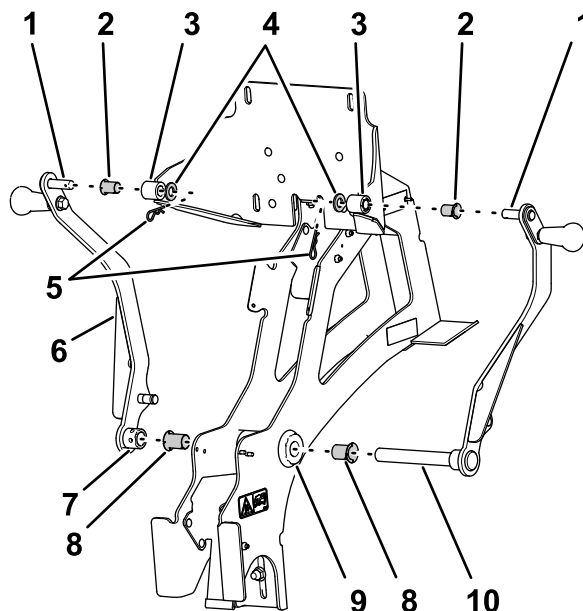

Figure 16
1. Insérez une douille à embase (diamètre int. de 0,75") à chaque extrémité du tube de pivot dans le cadre porteur principal (Figure 16).
2. Insérez une douille à embase (diamètre int. 0,5") dans les moyeux gauche et droit de la plaque d'appui (Figure 16).
3. Insérez l'axe de pivot inférieur du bras de berceau droit dans la bague à embase sur le côté droit du tube de pivot et le pivot (Figure 16).
4. Insérez l'axe de pivot supérieur du bras de berceau droit dans le moyeu droit de la plaque d'appui (Figure 16).
5. Fixez l'axe de pivot supérieur à la plaque d'appui avec une rondelle (0,5") et une goupille fendue (Figure 16).
- Placez le moyeu du bras de berceau gauche au bout de l'axe de pivot inférieur du bras de berceau droit qui dépasse à gauche de la bague à embase gauche du tube de pivot (Figure 16).
- Insérez l'axe de pivot supérieur du bras de berceau gauche dans le moyeu gauche de la plaque d'appui (Figure 16).
- Fixez l'axe de pivot supérieur du bras de berceau gauche à la plaque d'appui avec une rondelle (0,5") et une goupille fendue (Figure 16).